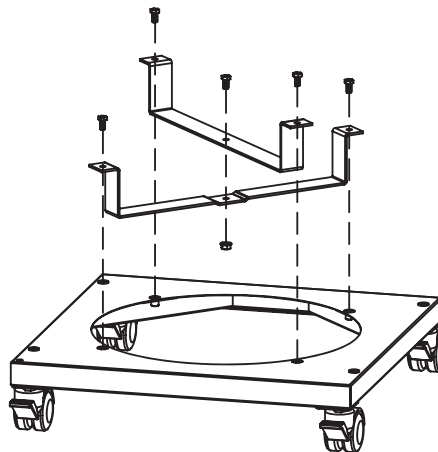

Рис. 5.
2. Закрепите кронштейны А и В крепления газовых баллонов на основании четырьмя винтами с шестигранной головкой М6х12 (рис. 5).